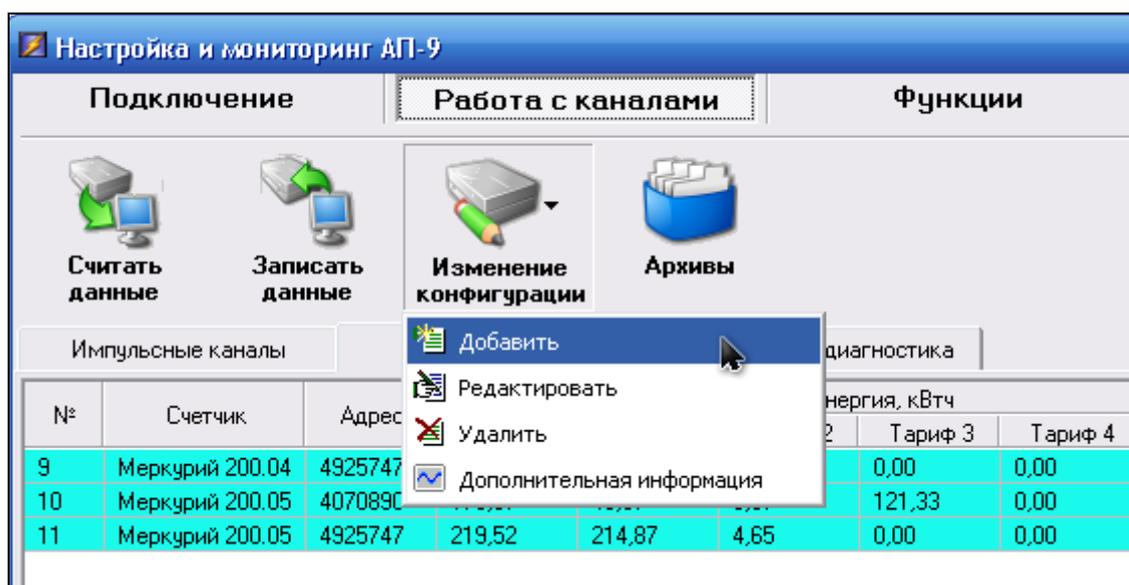

Рисунок 12. Вызов окна добавления цифрового прибора
- для вызова окна добавления цифрового прибора на панели инструментов выбрать кнопку «Изменение конфигурации» - пункт меню «Добавить» (рисунок 12);